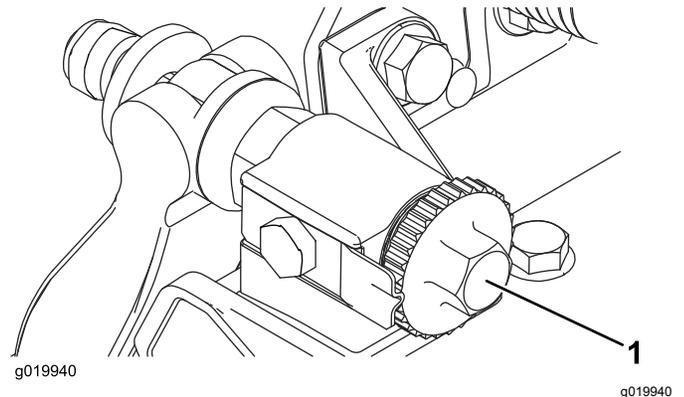

图8
- 逆时针旋转底刀架调节螺丝确保底刀架不与滚刀接触 **图8**。